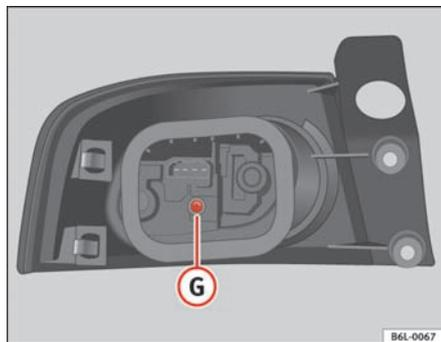

Fig. 166 Luz trasera en la carrocería
- Desenrosque el tornillo **G** ⇒ fig. 166.